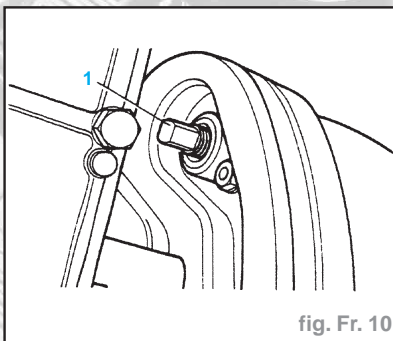

fig. Fr. 10
- Faire pivoter la vis de réglage (1) située sur la contre-plaque du tambour de frein en sens horaire jusqu'à ce que les garnitures de frein reposent fermement contre le tambour (Fig. Fr. 10).